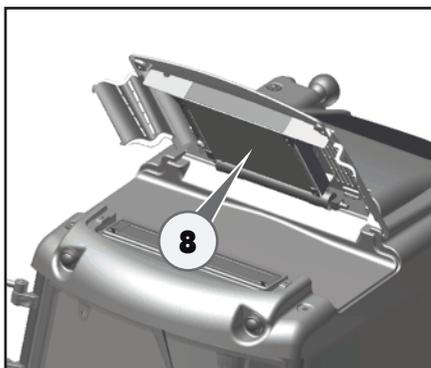

Abb. 6.66
1. Die Befestigungsknöpfe (5) lösen.
2. Die Dachluke (6) von der Vorderseite anheben und nach hinten drehen (Abb. 6.66).
3. Das Lüfterrad (7) mit Druckluft von eventuellen Staubablagerungen befreien.
4. Sicherstellen, dass die Außenflächen des Kondensators (8) stets sauber sind. Nichts darf die Luftströmung behindern. Ggf. gründlich mit Druckluft reinigen.